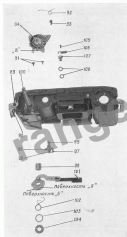

Рис. 12
- 2.3.1. Открутить винт 89 (рис. 12) на два-три оборота и развинтовать шайбу 90.
5.1.2. Наложить смазку ОКБ-122-7 на поверхность втулки 107 (см. рис. 12), вставить на нее шайбы 108, вложить втулку в отверстие корпуса фотоаппарата. Ось помеходы должна войти в отверстие втулки. Поддерживая втулку, установить пружину 106, закрепить винтом 105, вставить диск ХВ-784 на опорную поверхность шпата.
5.3.9. Установить фотоаппарат на контрольный прибор Зенит III (см. рис. 12) М-3 и проверить согласование визирной и кадровой рамок. Выставить изображением перекрестки на ленте в пределах допустимых стрижок видением контрольного прибора. Регулировку производить разворотом масштабного «А» (см. рис. 6).